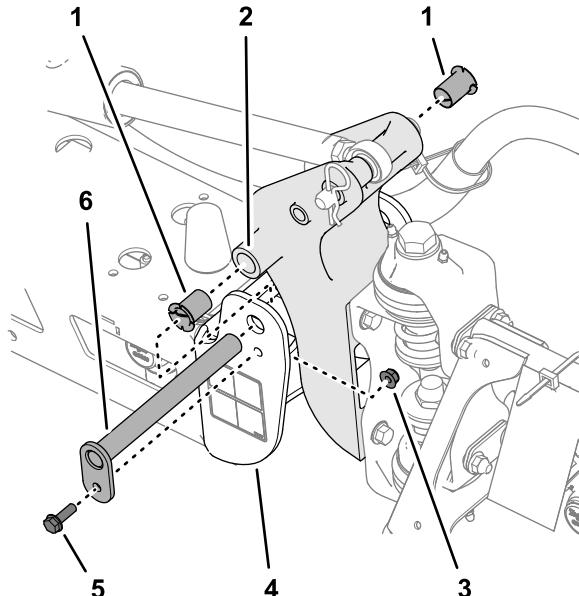

Bild 108
3. Entfernen Sie die Schraube und die Mutter, mit denen der Lagerbolzen befestigt ist, und nehmen Sie den Bolzen ab (**Bild 108**).
5. Nehmen Sie die Nylonbüchsen vorne und hinten an der Schwenkhalterung ab und prüfen Sie sie (**Bild 108**).
6. Tragen Sie etwas Öl auf die Nylonbüchsen auf und setzen Sie diese in die Schwenkhalterung ein (**Bild 108**).
7. Flüchten Sie die Löcher in der Schwenkhalterung mit den Löchern im Endkanal aus (**Bild 108**).